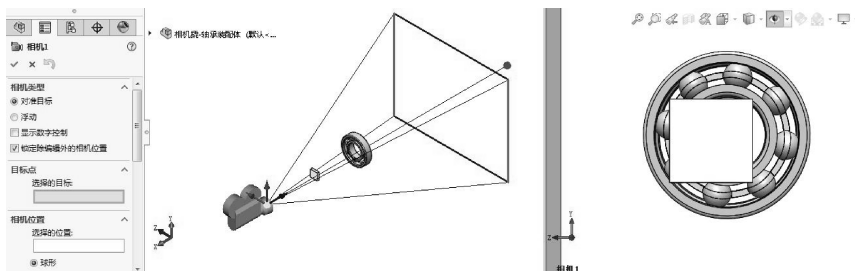

图 8-24 显示相机 1 视口
- 11 随后窗口中显示模型轴侧视图视口和相机 1 视口，属性管理器中显示【相机 1】属性面板，如图 8-24 所示。